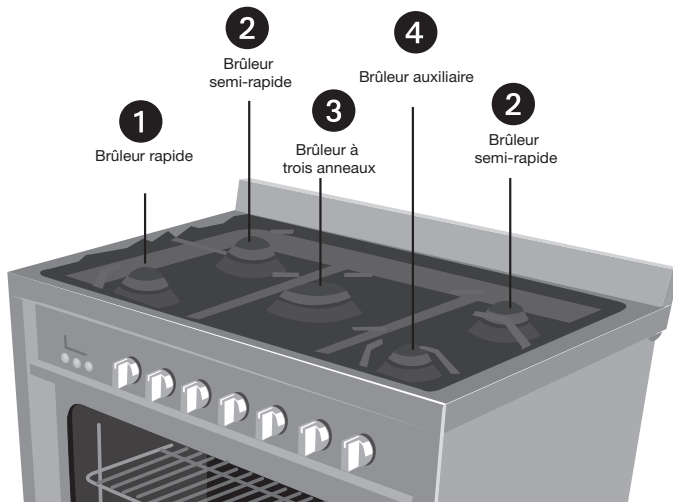

Figure 25
- 1** Voir les indications ci-dessous pour l'emplacement des brûleurs et le positionnement des capots et des têtes de brûleurs. (Voir la figure 25.)